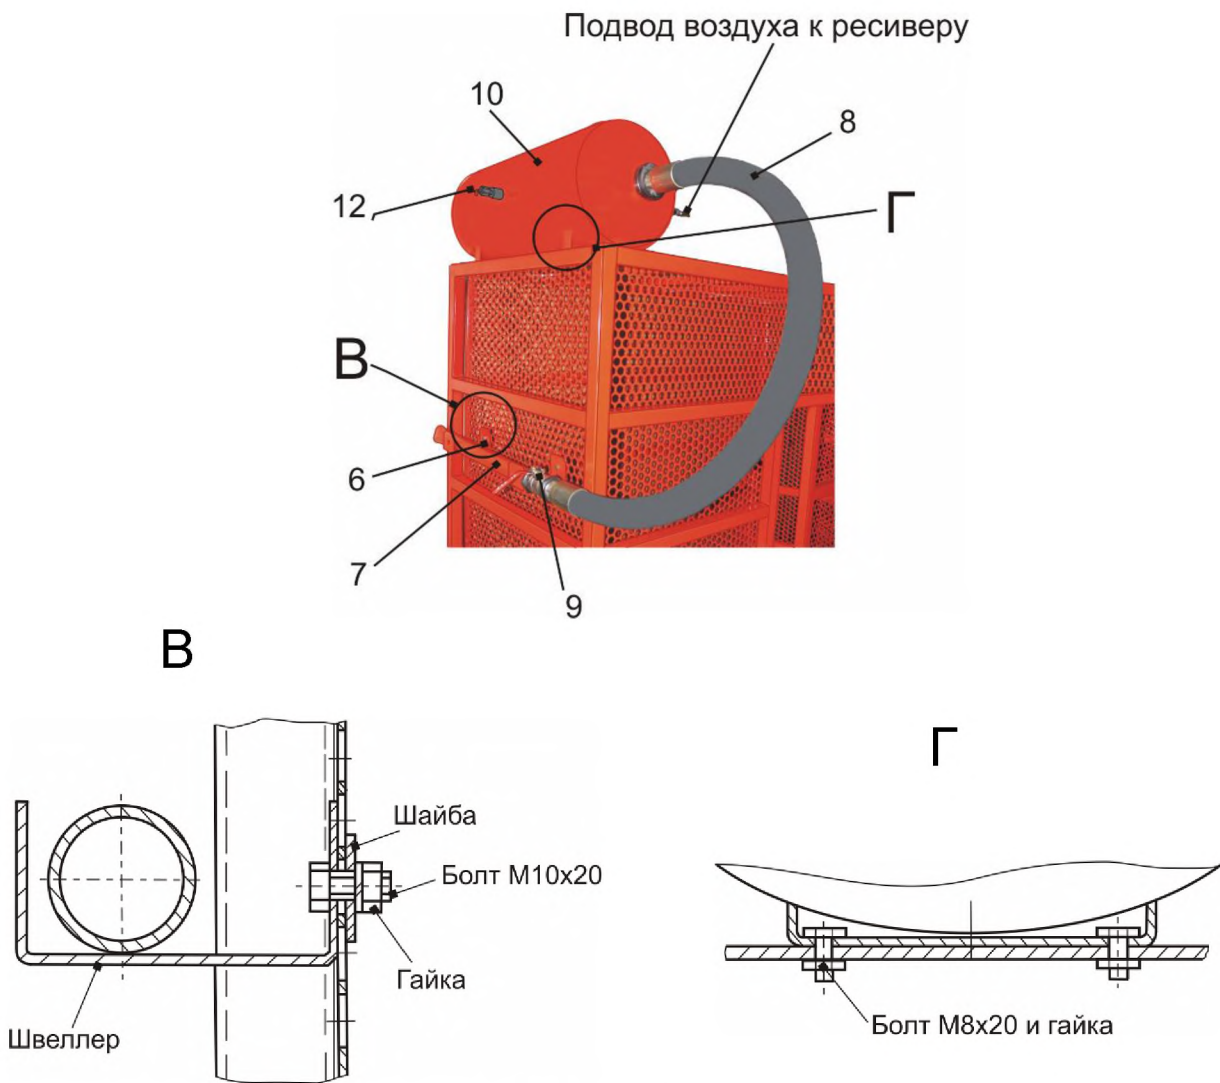

Рисунок 2 – Внешний вид
5.3.2 Установить и закрепить на крыше клетки ресивер 10 на 4 болта М8х20 (рис.2). К ресиверу подсоединить манометр 13, рукав 8, раструб 7. Раструб уложить на два швеллера 6, закрепленные на боковой стенке клетки. Подсоединить шланг подачи сжатого воздуха к входному штекеру 14 ресивера (рабочее давление 8... 10 бар.) при помощи соединительной розетки .
6.9. Подведите имеющийся на конце рукава 8 устройства взрывной подкачки раструб 7 (рис.2) к закраине диска. Для этого в клетке предусмотрен специальный проем.